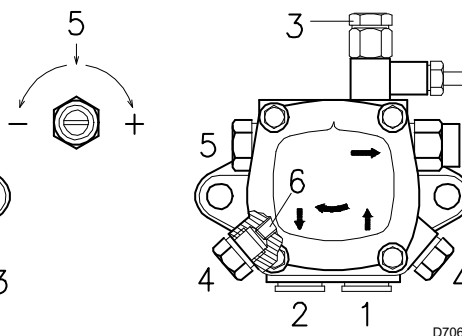

Рис. 18
7.3 Насос (Рис. 18)
- Для автоматического запуска насоса необходимо отвернуть один из винтов 3) (Рис. 18) насоса, чтобы выпустить воздух, содержащийся во всасывающем трубопроводе.
Поверните винт 5)(Рис. 18 стр. 19), чтобы изменить давление насоса.